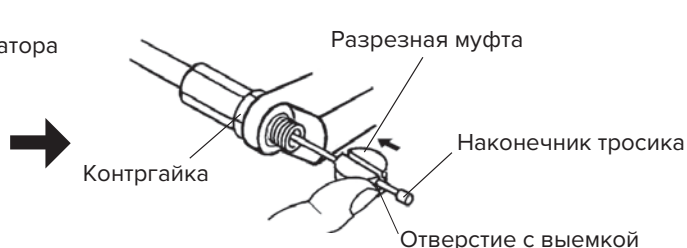
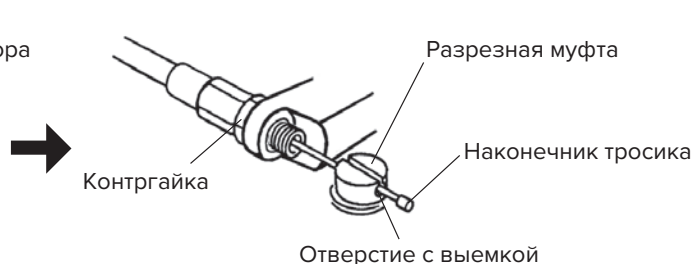

Рис. 2b
Рис. 2d
3. Поверните кулачок дросселя карбюратора и вставьте тросик дросселя в разрез муфты, убедившись, что наконечник тросика попал в отверстие с выемкой (рис. 2b, рис. 2d).